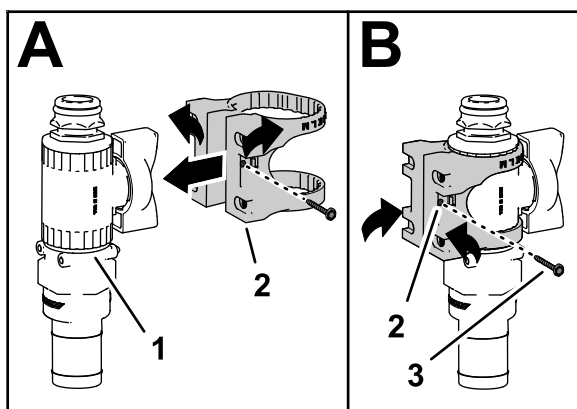

Figura 27
5. Monte a montagem da válvula na válvula de controlo, conforme se mostra em A da **Figura 27**.
6. Prenda a ferragem da válvula à válvula de controlo com o parafuso de cabeça flangeada (N.º 6) e aperte o parafuso manualmente (B de **Figura 27**).